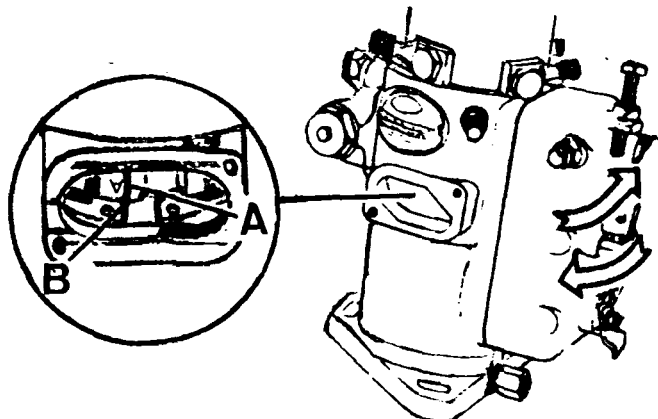

Fig. A1-49 Ajuste de la bomba una vez montada en el motor
- 2.4.9. Girar la bomba inyectora en el sentido que proceda hasta dejar alineada la marca, A (Fig. A1-49) con la parte recta, B (Fig. A1-49) del anillo de sincronización. Apretando definitivamente las tuercas, sin variar la posición de la bomba.